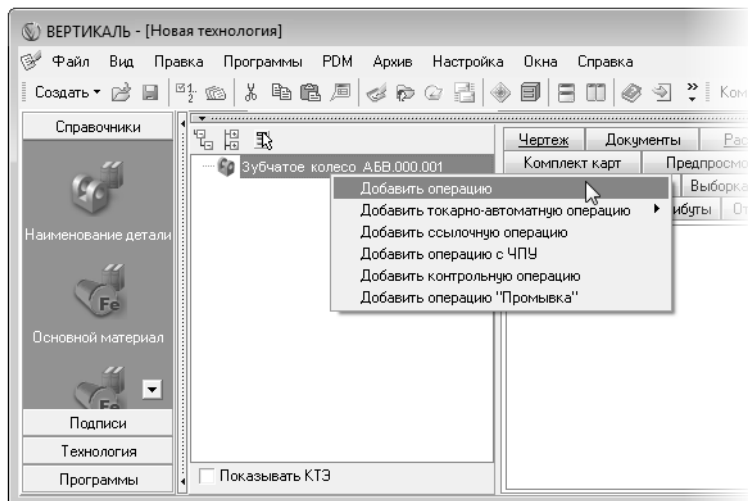

Рис. 2.2.
1. Установите курсор в окне дерева ТП на названии детали. Нажмите правую кнопку мыши и выберите **Добавить операцию** (рис. 2.2).